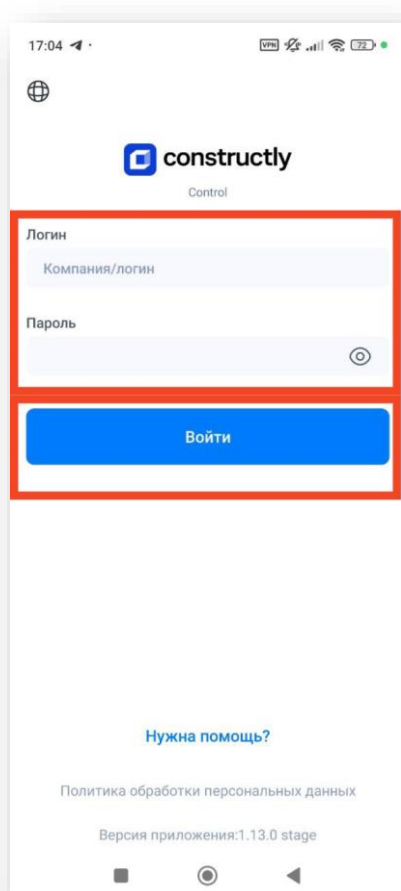

Рис.1 Авторизация в мобильном приложении.
- введите логин (в формате название компании/логин) и пароль (рис.1)